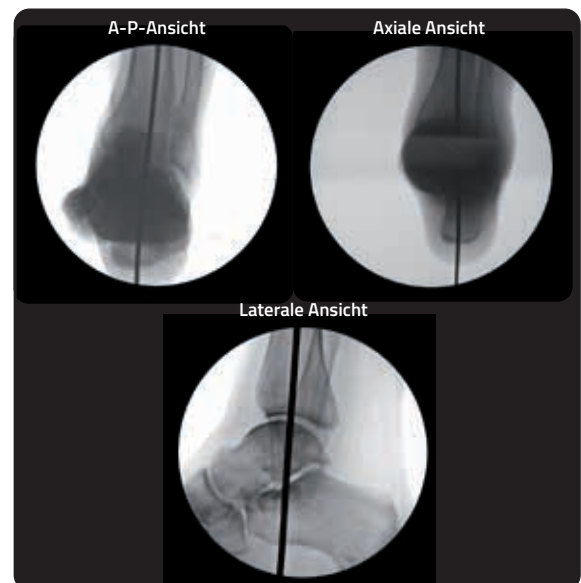

Abb. 3b
- c) Laterale Ansicht – Fuß und Knöchel 90 Grad zum Tibiaschaft. Kontrollieren Sie die Vorwärts-Verschiebung des Fußes. Wenn der Fuß im Bezug zur Tibia nach vorne versetzt ist, führt dies zu einem ungelinkten Gang. **(Abbildung 3b)**